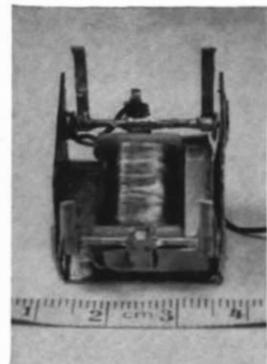

Abb. 3. Das Magnet-Brems-Drehgestell von unten; Radsätze herausgenommen. Rechts neben der Magnetspule sieht man den zusätzlichen Magnetkern.
Als Magnet (M) habe ich Spule und Kern eines ausgedienten Märklin-Magneten (Fahrrichtungsumschalter) verwendet, um seine Wirkung noch zu erhöhen, einen zweiten Magnetkern (ohne Spule) parallel zum ersten Kern außen an den Spulenkörper angeklebt. In Abb. 3 ist dieser Kern rechts neben der Magnetspule zu sehen. – Die an das Bremsgestänge (Bg) angeklebten Eisenbleche (Eb) sind so breit, daß sie beide Magnetkerne überdecken und somit einen magnetischen Kraftschluß herstellen können.